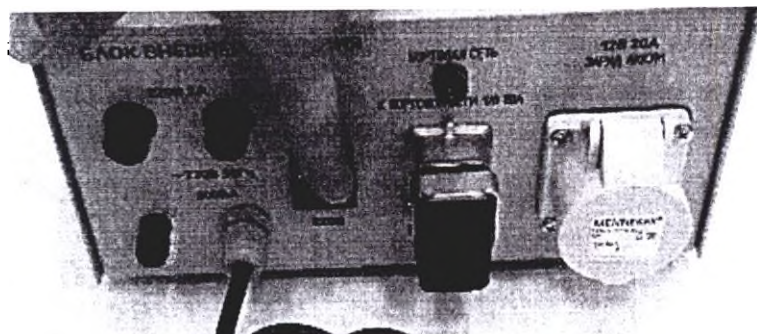

Рисунок 52
3.3.1 Включить питание инкубатора. Для этого необходимо перевести на блоке внешнего питания (рисунок 52) переключатель СЕТЬ в положение ВКЛ (на переключателе должна загореться лампочка включения сети) и установить переключатель ОБЩЕЕ ПИТАНИЕ на инкубаторе (рисунок 53) в положение I (рисунок 54). На панели индикации нажать кнопку ВЫБОР и, удерживая ее нажатой, однократно нажать кнопку ВКЛ (рисунок 55). При включении инкубатор проходит тестирование. Индикация температуры регулирования горит красным или зеленым цветом, звуковой сигнал включен.